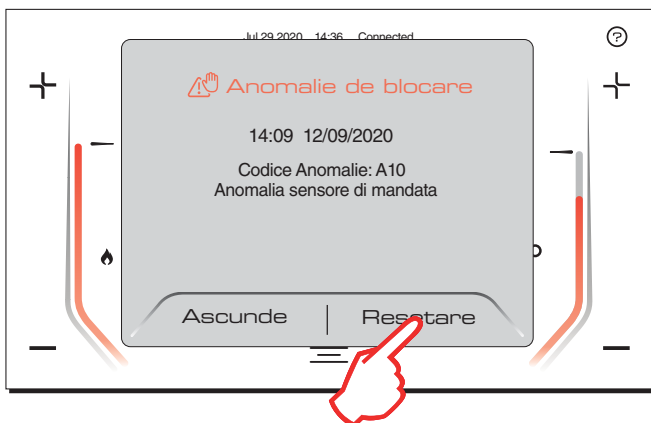

fig. 33
- 1 - Toccando [RESET] quando appare una schermata simile a quella illustrata in fig. 33.